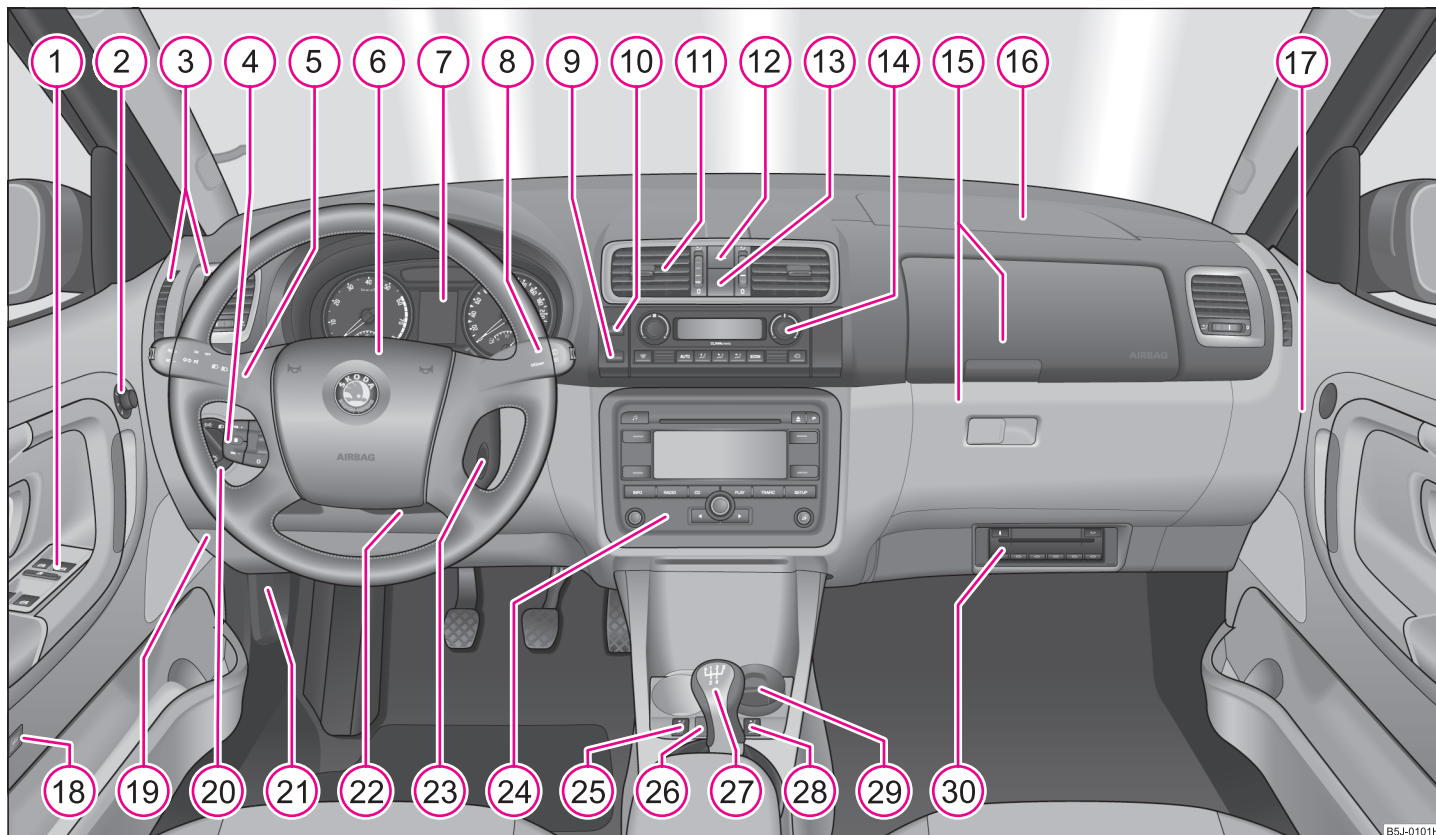

Fig. 1 Unele echipamente prezentate în imagine aparțin numai anumitor modele de autovehicule sau sunt echipamente suplimentare.
- La autovehiculele cu volanul pe dreapta ordinea aranjării elementelor de comandă diferă parțial față de ordinea prezentată în ⇒ pagina 7, fig. 1. Simbolurile sunt totuși aceleași. ■